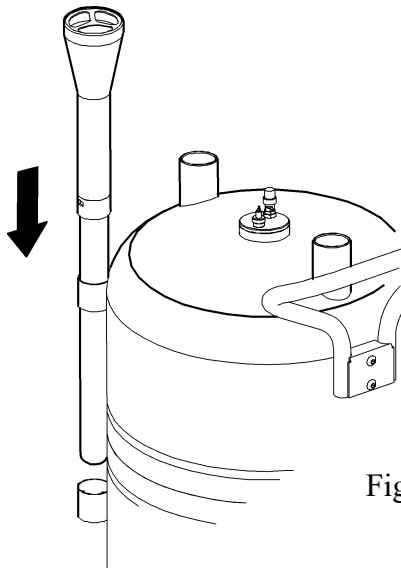

Fig 2
(GB) Mount the probe holster into the support on the container.Fig.2.
(SE) Montera sugsondshölstret i sina fästen till vänster på tanken. Fig.2.
(FR) Placer le porte-sondes sur le support qui lui convient. Fig 2.